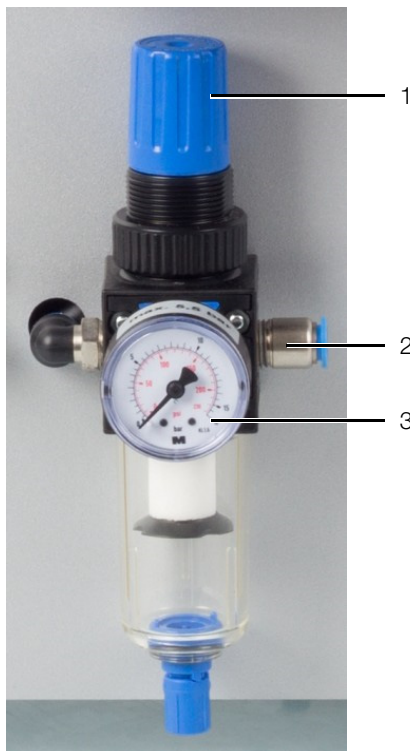

Fig. 4: Realizzazione dei collegamenti
- Prima di tutto collegare il tubo dell'aria compressa all'unità di manutenzione dell'aria compressa della macchina (fig. 4, pos. 2).
- Controllare il display del manometro (fig. 4, pos. 3).
- Se necessario, regolare la pressione. A tal fine, sollevare la vite di regolazione (fig. 4, pos. 1) e ruotarla con cautela: